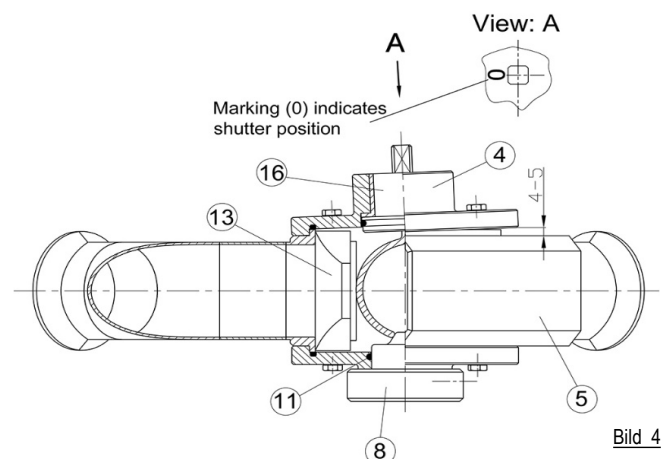

Bild 4
- Einsetzen der Lagerbuchse (15) in den Ventildeckel (4).
- Einsetzen der O-Ringe (11), (12) und (14).
- Ventiltboden (6) am Ventilkörper (5) fixieren, Befestigungsschrauben (3) ansetzen und anziehen.
- Zusammenfügen der Ventilspindel mit Federbogen (16) und des Ventildeckels (4). Die Markierung (0) am Vierkant der Ventilspindel (16) beachten --> zeigt die Position des Schließers (13) an.
- Einsetzen des Schließers (13) in den Ventilkörper (5).
- Montage der Ventilspindel mit Federbogen (16) zusammen mit dem Ventildeckel (4) an den Ventilkörper (5) wie folgt:
- Der Federbogen der Ventilspindel (16) ist so ausgelegt, dass er auf den Schließer (13) bei der Montage einen definierten Druck ausübt. Hierbei steht der Ventildeckel (4) aufgrund der Federvorspannungseigenschaft auf der gegenüberliegenden Seite des Schließers (13) ca. 4-5mm vom Ventilkörper (5) nach oben ab (siehe Bild 4).
- Um den Schließer (13) nicht zu beschädigen darf er beim Einbau in den Ventilkörper (5) nicht gegen einen Ventilausgang gesetzt werden, sondern muss zur Rückwand zeigen.**
- Fixieren des Handhebels (1) in seiner gewünschten Position.